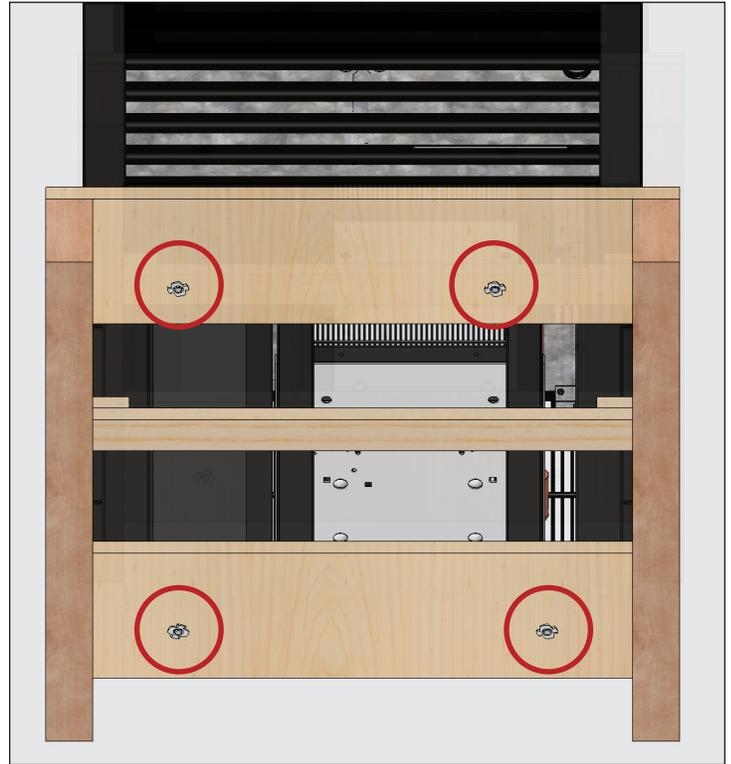

Abb. 4. Position der
- Entfernen Sie mit einem einstellbaren Schraubenschlüssel alle Transportsicherungen, mit denen die Holzpalette am Geräteboden festgeschraubt ist. Siehe Abb. 4.